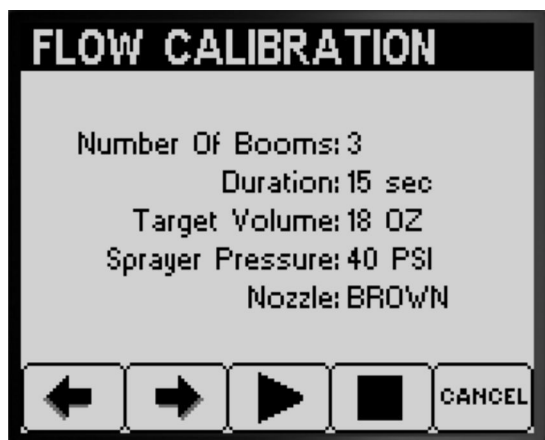

图 50
4. 在接水测试回放屏幕上确认喷洒臂数量、喷嘴颜色然后按 3 号按钮开始接水测试 图 50。